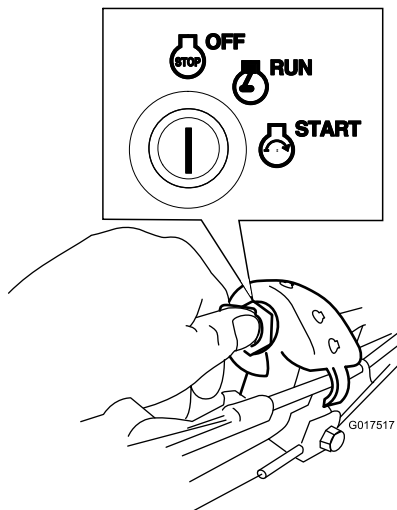

Figura 22
1. Rode a chave da ignição para a posição Off (Figura 22).